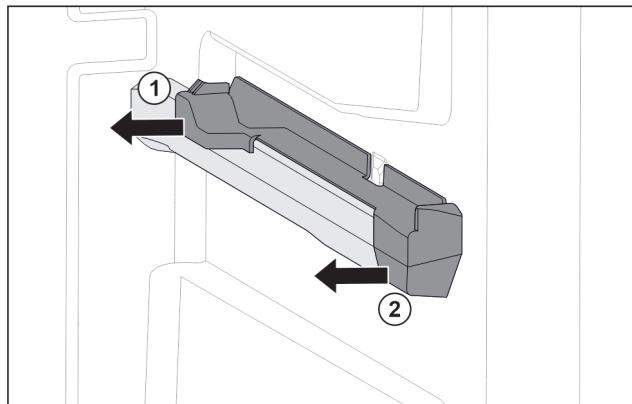

Fig. 146 Natični dio na desnom žlijebu spremnika
- Skinite natični dio straga u stranu. Fig. 146 (1)
- Skinite natični dio sprijeda u stranu. Fig. 146 (2)